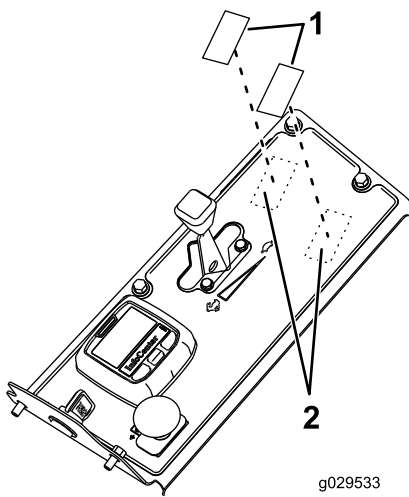

Figura 23
5. Localize e retire as duas tampas extraíveis da parte de cima do painel de controlo (Figura 23).